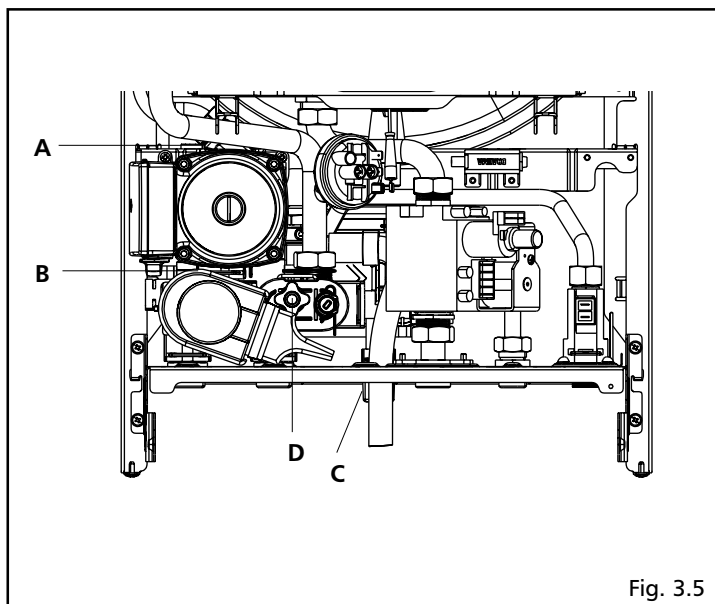

Fig. 3.5
Per i riferimenti ai vari componenti consultare il disegno raffigurato in fig. 3.5.
- allentare la valvola di scarico caldaia (D) (fig. 3.5)